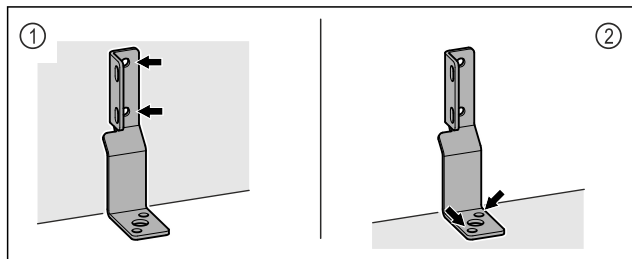

Fig. 8
- ▶ Mbërtheni profilin këndor në faqen e murit Fig. 8 (1) ose në dysheme Fig. 8 (2).